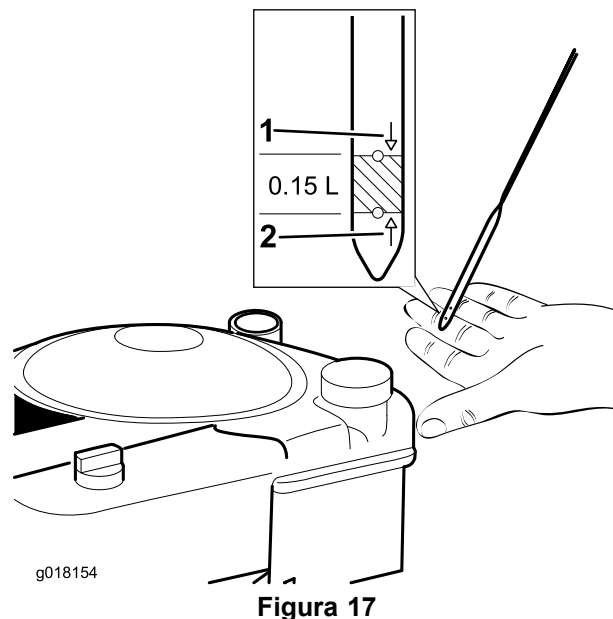

Figura 17
2. Estraiete l'asta di livello e asciugatela con uno straccio pulito (Figura 17).
4. Versate **lentamente** dell'olio nel tubo di riempimento, attendete 3 minuti poi controllatene il livello con l'apposita asta: dopo averla pulita, inseritela nel tubo (Figura 17).
5. Riempite di olio il motore fino a quando l'asta di livello non indica che il livello dell'olio è corretto, come illustrato nella Figura 17. Se riempite eccessivamente il motore, estraete l'olio in eccesso.